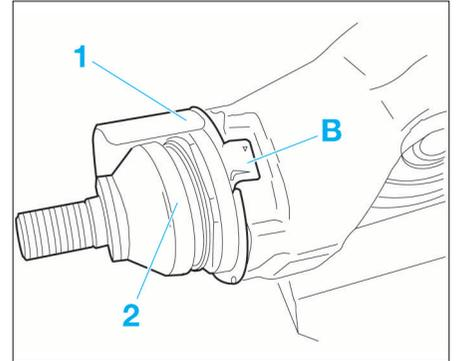

FIG. 15
- Déposer la tôle de protection (1) à l'aide d'un tournevis (Fig.15).